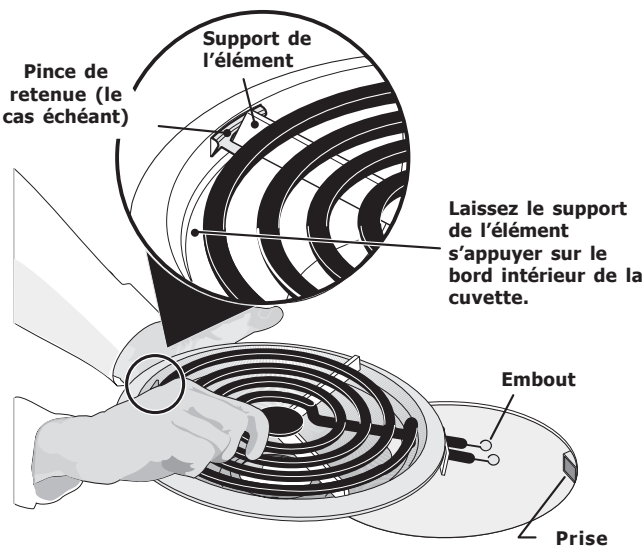

Fig. 1
1. Glissez l'embout de l'élément dans l'ouverture de la cuvette (voir Fig. 1).